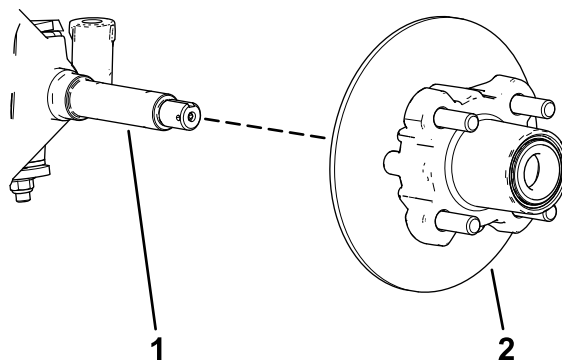

**Figura 36**
4. Retire el tapón guardapolvo del cubo (Figura 36).
5. Retire la chaveta y el retén del eje/tuerca del eje (Figura 36).
6. Retire la tuerca del eje y separe el conjunto de cubo y rotor del eje (Figura 36 y Figura 37).